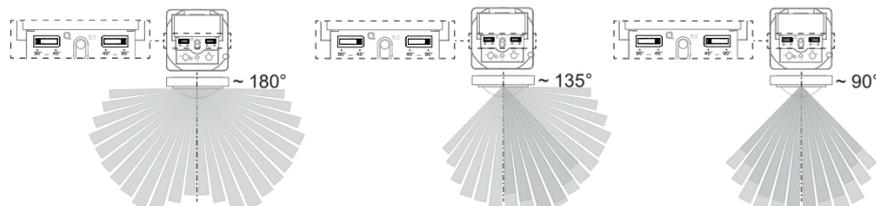
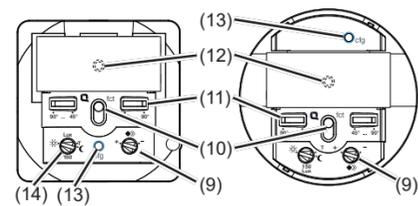

Figura 8: Impostazione dell'angolo di copertura
Figura 5: Elementi di comando e impostazione della parte posteriore della mascherina
L'angolo di copertura può essere limitato per il lato destro e per il lato sinistro su ogni dispositivo di impostazione (figura 5, 10) tra 45° ... e 90°. In tal modo l'angolo di copertura può essere compreso tra 90° e 180° (figura 8).
■ Impostare l'esercizio di test. A tale scopo impostare il potenziometro della soglia di luminosità (figura 5, 13) sulla posizione T.
■ Ruotare il potenziometro per la soglia di luminosità (figura 5, 14) nella posizione desiderata.
■ Ruotare il potenziometro per la sensibilità (figura 5, 9) nella posizione desiderata.